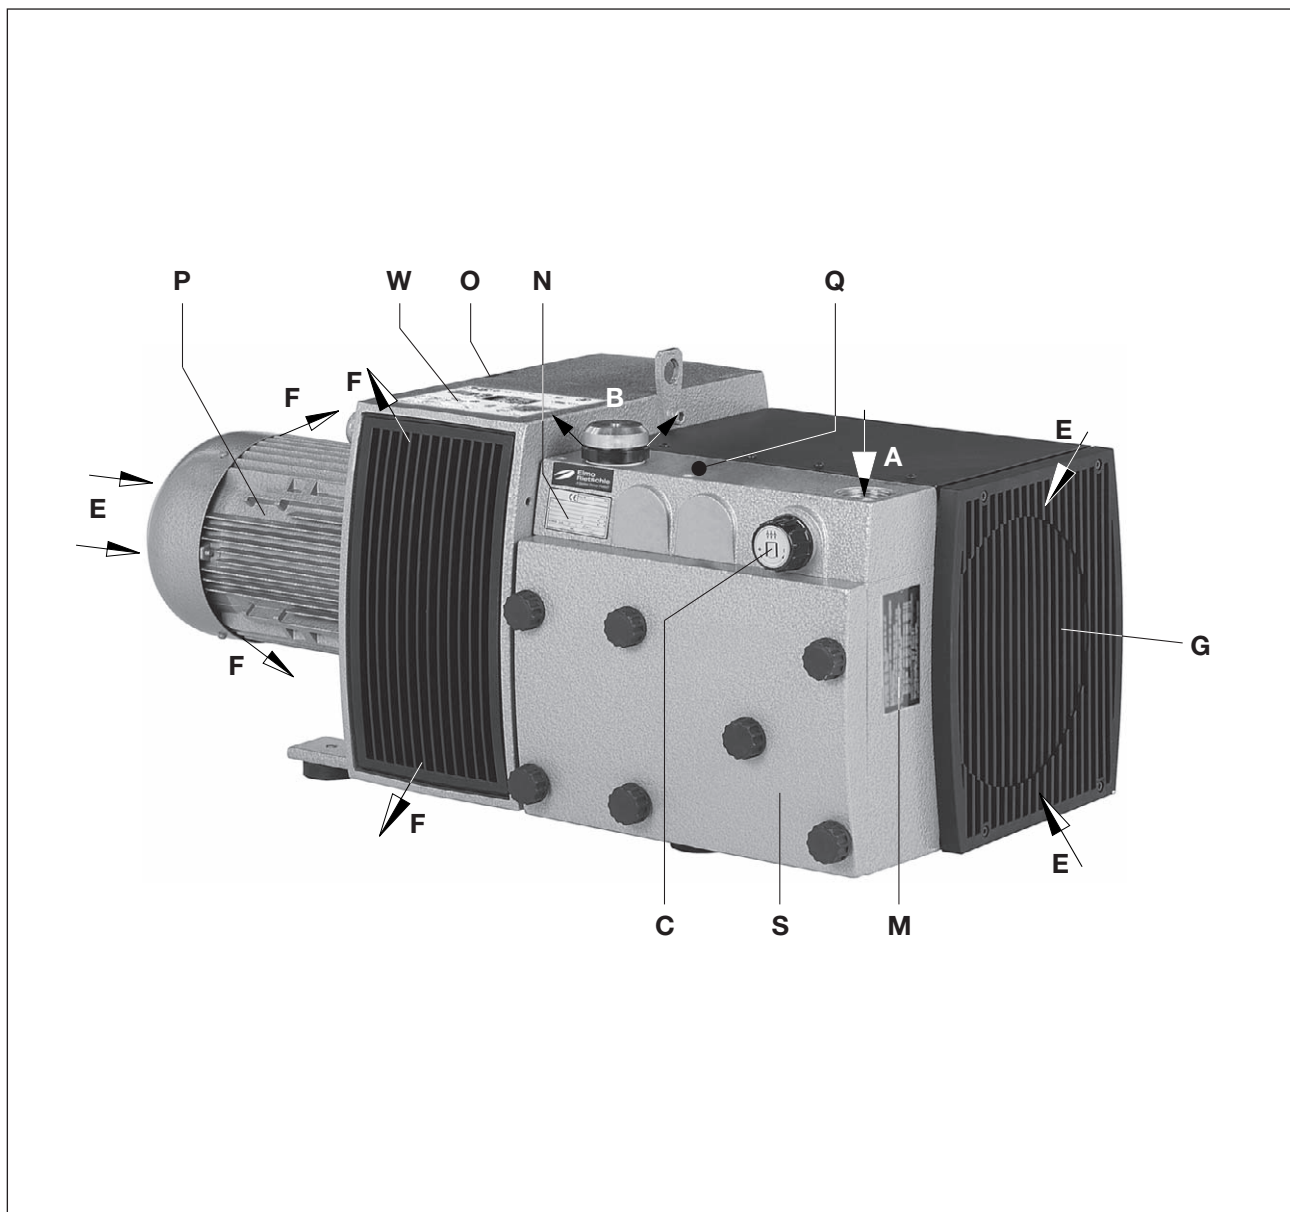

Fig. 2 Pompa per vuoto V-VTR 100 / V-VTR 140
L'azionamento delle macchine avviene attraverso motori trifase a norma flangiati attraverso un giunto. La valvola di regolazione del vuoto (Fig. 2/C) consente di regolare il vuoto sul valore desiderato, limitato verso l'alto.
Il corpo del filtro (Fig. 2/S) deve essere facilmente accessibile.
Gli ingressi (Fig. 2/E) e le uscite (Fig. 2/F) dell'aria di raffreddamento devono avere una distanza di almeno 30 cm dalle pareti vicine. L'aria di raffreddamento fuoriuscita non deve essere riaspirata. Per i lavori di manutenzione deve essere prevista una distanza di 40 cm prima del corpo del filtro (Fig. 2/S) e la griglia di aspirazione (Fig. 2/G).
- a) Collegamento vuoto (Fig. 2/A).
La regolazione del vuoto può avvenire ruotando la manopola di regolazione (Fig. 2/C) in base alla targhetta dei simboli applicata su questa.
- a) I dati elettrici del motore sono indicati sulla targhetta dati (Fig. 2/N) o sulla targhetta dati motore. I motori sono conformi a DIN EN 60034 e sono eseguiti con classe di protezione IP 55 e classe isolamento F. Lo schema di collegamento è situato nella morsettiera del motore (non si applica nella versione con collegamento a spina). I dati del motore devono essere confrontati con quelli della rete di alimentazione usata (tipo corrente, tensione, frequenza di rete, amperaggio ammesso).
Durante il funzionamento, le superfici dei componenti (Fig. 2/Q) possono superari i 70°C. Evitare di toccare le superfici calde (contrassegnate da appositi cartelli)!
- ▷ Il senso di rotazione previsto dell'albero di azionamento è contrassegnato dalla freccia (Fig. 2/O) sulla flangia motore.